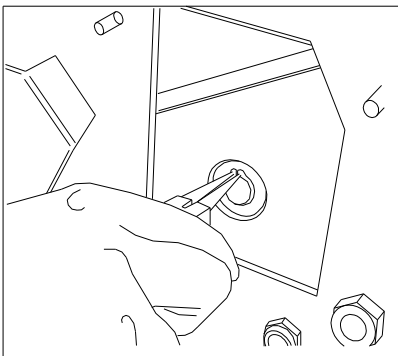

Fig. 19
- Placer le pince pour seeger et enlever l'anneau come indiqué fig. 19 (côté hacheuse) .